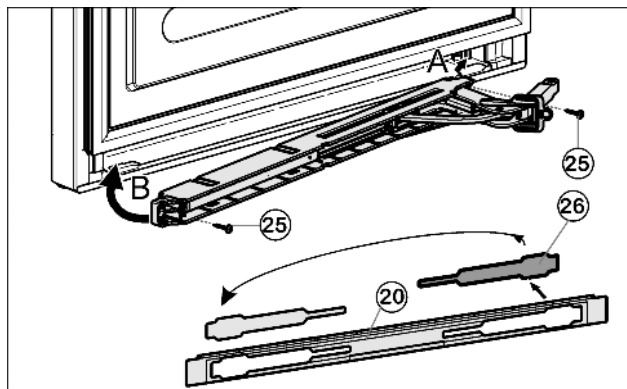

Fig. 15
- ▶ Staccare la copertura Fig. 15 (26) dal pannello Fig. 15 (20) e inserirlo di nuovo sull'altro lato.
- ▶ Agganciare l'unità dell'ammortizzatore di chiusura con lo snodo rivolto verso il lato cerniera (A) e orientare verso l'interno (B).
- ▶ Avvitare l'unità dell'ammortizzatore di chiusura (2 x Torx 15) Fig. 15 (25).